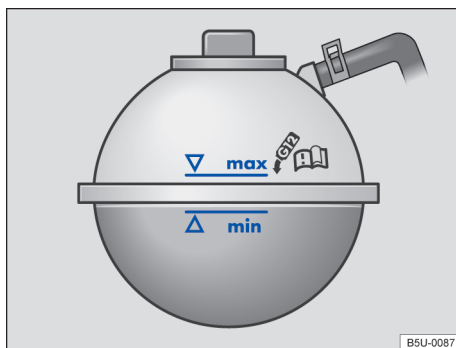

Fig. 165 No compartimento do motor: marcação no reservatório de expansão do líquido de arrefecimento do motor. ▶
- Com o motor frio, verificar o nível do líquido de arrefecimento do motor pela marcação lateral do reservatório → Fig. 165.
- O nível do líquido de arrefecimento do motor deve permanecer dentro da marcação do reservatório → Fig. 165. **Não completar acima da marca “max”** → .
- Completar com líquido de arrefecimento do motor somente até a marca “max” → Fig. 165. Caso contrário, ao aquecer-se, o líquido excedente será expulso do sistema de arrefecimento do motor e poderá causar danos.